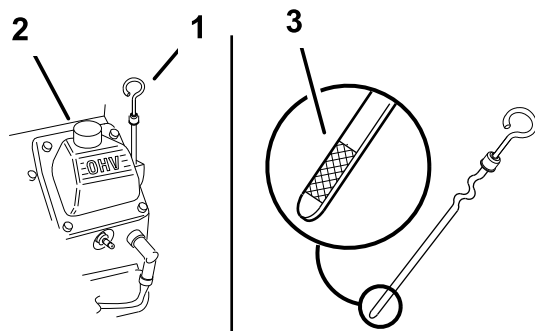

Figura 23
3. Limpie alrededor de la varilla de aceite (Figura 23) para impedir que caiga suciedad por el orificio de llenado y cause daños en el motor.
4. Desenrosque la varilla de aceite y limpie el extremo (Figura 23).
5. Deslice la varilla a fondo en el tubo de llenado, pero no la enrosque en el tubo (Figura 23).
6. Vierta lentamente un 80% aproximadamente de la cantidad especificada de aceite por el tubo de llenado (Figura 23).